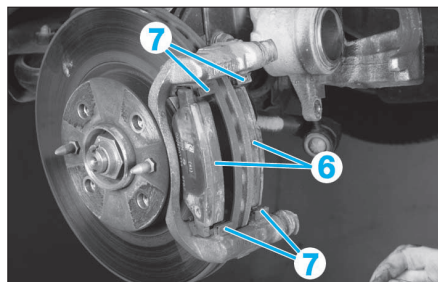

FIG. 4
- Déposer les plaquettes de frein (6) (Fig. 4) en veillant à ne pas perdre les plaques ressorts (7).